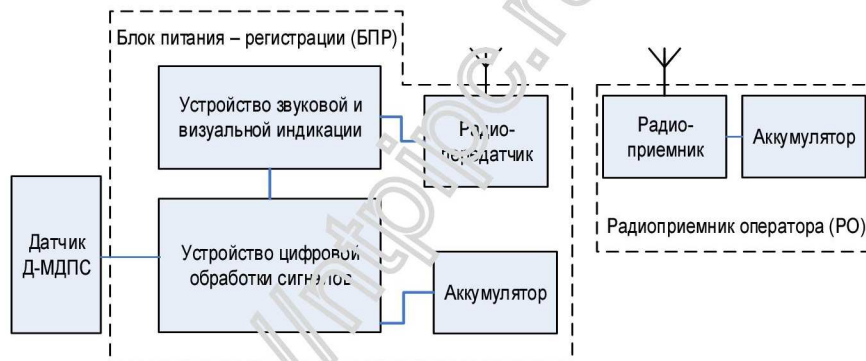

Рис. 23. Функциональная схема переносного сигнализатора «Репер-3В» исполнения «МДПС-3Р».
3.4.1 Сигнализатор «Репер-3В» исполнения «МДПС-3Р» представляет собой устройство, регистрирующее перемещение ферромагнитных объектов (стальных предметов, конструкций и т.п.) магнитометрическим методом. Функциональная схема приведена на Рис. 23.